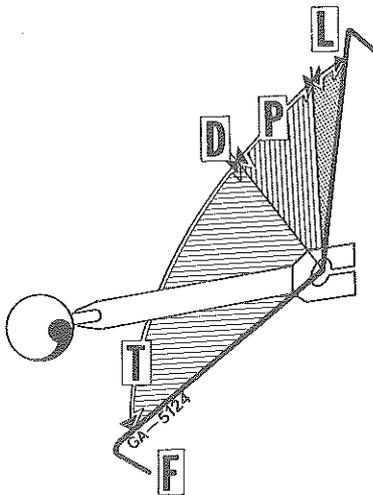

Figure 42
Suivant le type de charrue, le levier est situé dans le secteur d'extension (T) - Fig. 42 - ou dans le secteur de compression (P). Sur les charrues travaillant en extension, la profondeur maxi est atteinte avant la position flottante (F). Lorsque dans ces mêmes conditions, le levier est amené à la position flottante (F), le système travaille en position flottante, et le système de contrôle de traction est neutralisé.
1 - Correction en extension de «D» à «T» - Figure 42 -
2 - Correction en compression de «D» à «P» - Figure 42 -
3 - Correction en compression de «L» à «P» - Figure 42